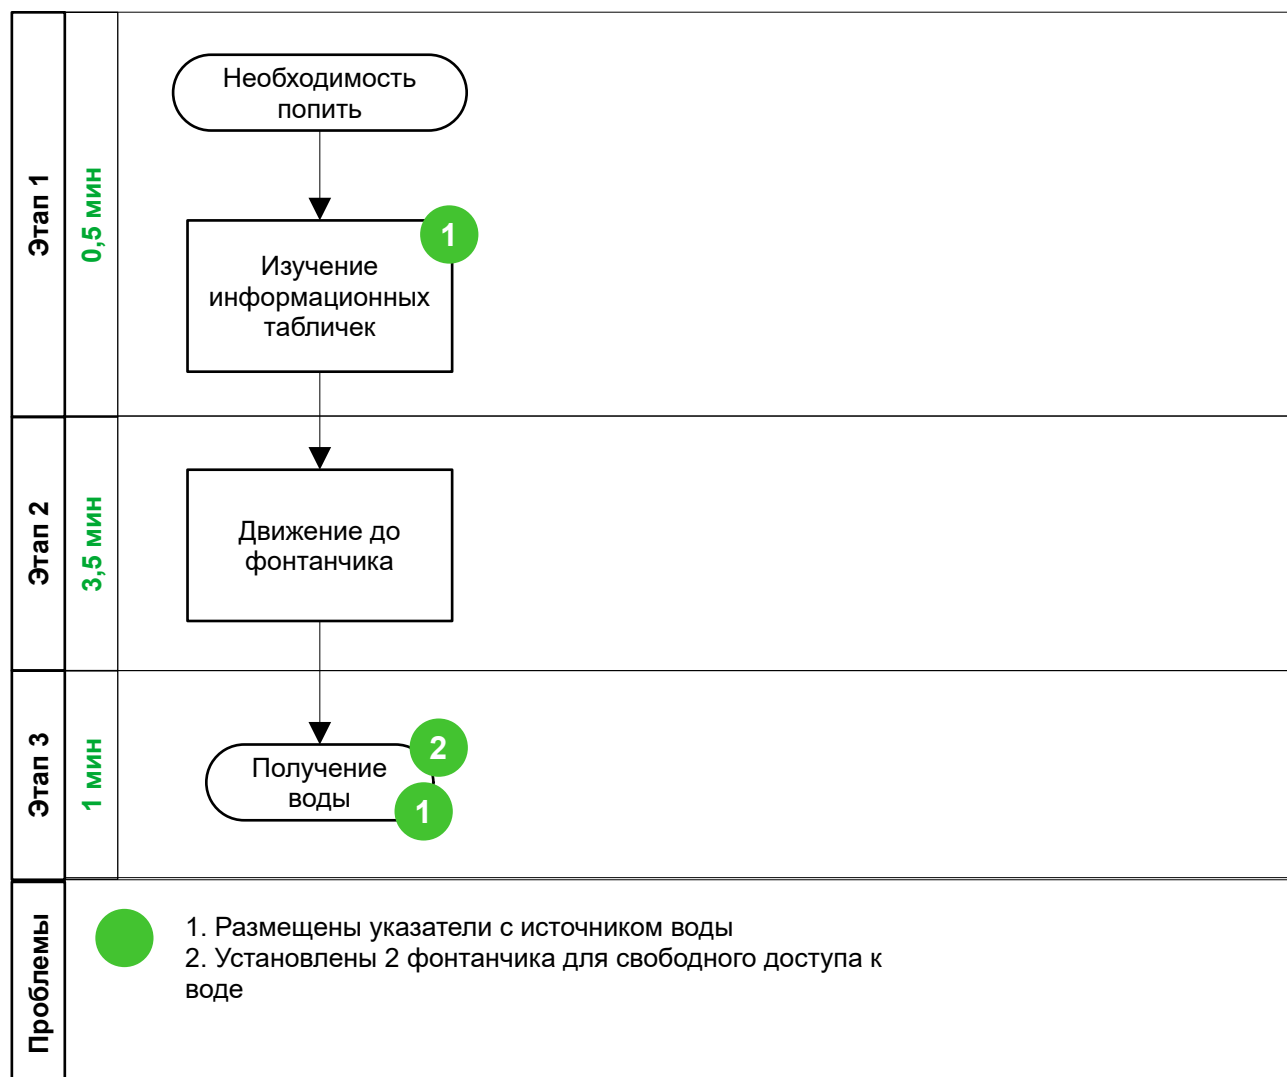

Рис. 4. Карта целевого состояния процесса
1) разработать карту *целевого состояния процесса*⁷ (рис. 4).